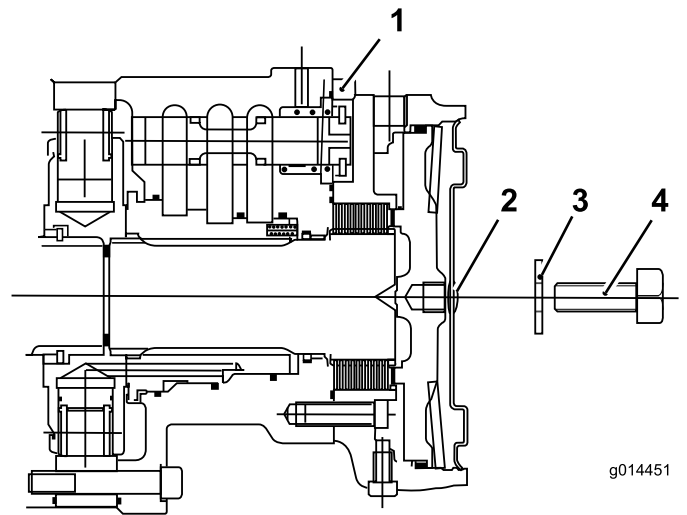

Bild 42
6. Führen Sie eine Schraube (12 x 40 mm) und eine Unterlegscheibe (12 mm) durch das Loch in der Mitte der Motorendplatte (**Bild 42**).
7. Ziehen Sie die Schraube im Gewindeloch des Bremskolbens an, bis sich die Bremse löst (**Bild 42**).